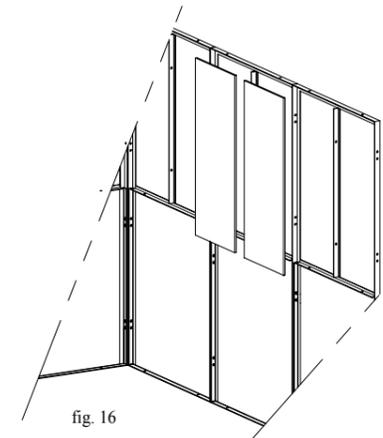
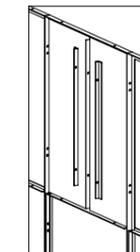
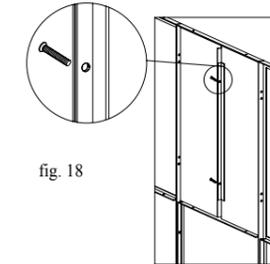

fig. 16
fig. 17
fig. 18
- I** Dopo aver fissato la struttura a terra, si proceda al montaggio delle schermature in polycarbonato utili al bloccaggio totale della struttura. Questi schermi sono confezionati a coppie in modo tale che, in ogni scatola, sia presente la quantità utile a completare un pannello della serra (i codici dei colli sono riportati nella tabella ELENCO COMPONENTI). Le facce sono entrambe lisce e protette U.V. quindi possono essere inseriti senza problemi di orientamento. Prendere due schermi di polycarbonato (fig. 16) e inserirli negli appositi spazi sul pannello laterale posizionato al centro (cod. PSLAT o PSLATCF), facendoli seguire da due profili a "L" (fig. 17). Far coincidere i fori dei due profili a "L" con i fori del profilo a "T" della parte superiore del pannello e inserire le apposite viti nei fori passanti (fig. 18). Bloccare il tutto con i dadi filettati corrispondenti (fig. 19).
- GB** After fixing the structure to the ground, proceed with assembling the polycarbonate screens, which are useful for totally clamping the structure. These screens are packed in pairs in such a way that each box contains the quantity used to complete one greenhouse panel (the codes on the packages are given in the LIST OF COMPONENTS table). Both faces are smooth and UV protected and can therefore be inserted without orientation problems. Take two polycarbonate screens (fig. 16) and insert them in the spaces provided on the side panel positioned in the centre (codes PSLAT or PSLATCF), following them with two "L" profiles (fig. 17). Match the holes of the two "L" profiles with the holes of the "T" profile of the upper part of the panel and insert the screws provided in the through holes (fig. 18). Fix everything with the corresponding threaded nuts (fig. 19).
- F** Après avoir fixé la structure au sol, monter les écrans en polycarbonate pour bloquer la structure. Ces écrans sont réalisés par deux de façon que pour chaque boîte on trouve la quantité suffisante pour réaliser un panneau de la serre (les codes des colis se trouvent dans la table LISTE COMPOSANTS). Les surfaces sont lisses et protégées contre les U.V., et peuvent être insérées sans problèmes d'orientation. Prendre deux écrans en polycarbonate (fig. 16) et les installer dans les espaces prévus sur le panneau latéral placé au centre (cod. PSLAT ou PSLATCF), en les faisant suivre par deux profils en "L" (fig. 17). Faire coïncider les trous des deux profils en "L" avec les trous du profil en "T" de la partie supérieure du panneau et insérer les vis dans les trous passants (fig. 18). Bloquer le tout avec les écrous filetés correspondants (fig. 19).
- E** Una vez que la estructura se ha fijado en el suelo hay que montar las pantallas de polycarbonato. Cada paquete contiene dos pantallas, es decir, el número necesario para completar un panel. Los códigos de los paquetes se indican en la LISTA DE COMPONENTES. Las pantallas pueden colocarse de cualquier lado ya que ambas caras son lisas y tienen protección UV. Tomar dos pantallas de polycarbonato (fig. 16) e introducirlas en los respectivos espacios del panel. lateral del centro (cód. PSLAT o PSLATCF). Introducir dos perfiles en "L" (fig. 17). Hacer coincidir los orificios de los perfiles en "L" con los orificios del perfil en "T" de la parte superior del panel e introducir los tornillos (fig. 18). Bloquear con las tuercas roscadas (fig. 19).
- D** Nachdem die Struktur am Boden befestigt wurde, geht man zur Montage der Polycarbonatscheiben über, mit denen die Struktur definitiv blockiert wird. Diese Scheiben sind paarweise verpackt, und in jeder Schachtel ist die erforderliche Menge enthalten, um eine Platte des Gewächshauses zu vervollständigen (die Artikelnummern der Frachtstücke sind in der Tabelle VERZEICHNIS DER BAUTEILE aufgeführt). Die Scheiben sind beidseitig glatt und UV-geschützt, sie können also eingesetzt werden, ohne auf die Seite zu achten. Zwei Polycarbonatscheiben (Abb. 16) nehmen und an den dafür vorgesehenen Stellen an der mittleren seitlichen Platte (Art. PSLAT oder PSLATCF) einsetzen. Darauf folgen zwei "L"-Profile (Abb. 17). Die Löcher der zwei "L"-Profile mit den Löchern des "T"-Profils der Oberseite der Platte zusammenbringen und die entsprechenden Schrauben in die durchgehenden Löcher stecken (Abb. 18). Das Ganze mit den jeweiligen Gewindemuttern blockieren (Abb. 19).